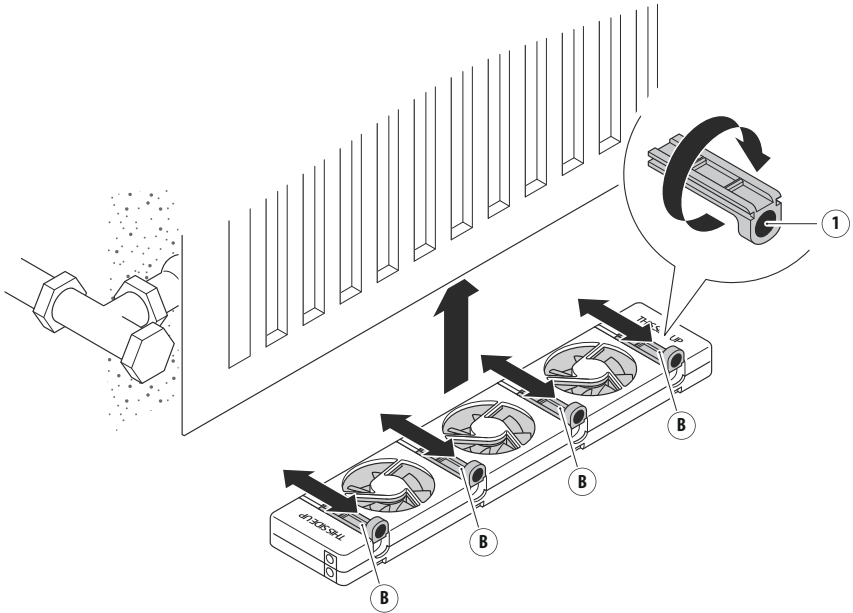

Abb. 7 - Anbringen des SpeedComfort (A) an einem Einzelplatten-Heizkörper.
1. Positionieren Sie die **verstellbaren Magnete (B)** so, dass die **Magnete (1)** auf der gleichen Seite liegen und alle vier **Magneten (1)** nach oben zeigen. Nehmen Sie das Klötzchen heraus, das sich gegenüber den verstellbaren Magneten im Gehäuse befindet. Das Klötzchen bitte als Kunststoffabfall entsorgen.
3. Verwenden Sie die **verstellbaren Magnete (B)**, um den SpeedComfort (A) an dem Einzelplatten-Heizkörper anzubringen (siehe Abb. 7).